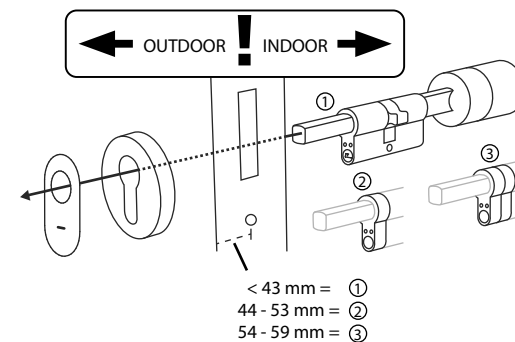

Fig. 8
- 5 Dall'interno della porta, spingere il cilindro nella serratura a mappa della porta. Spingere il lato esterno della copertura della serratura di emergenza sul blocchetto (Fig. 8).